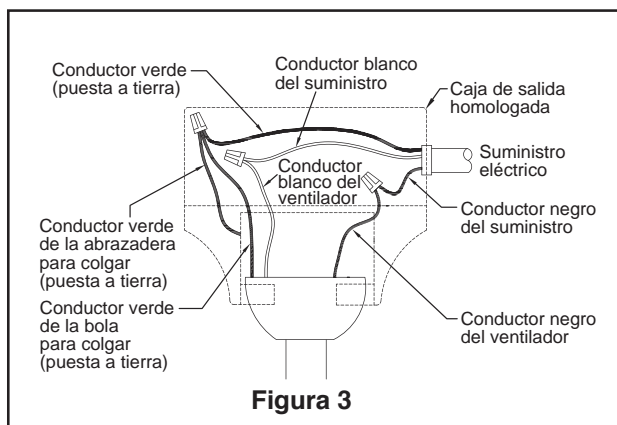

Figura 3
2. Una vez realizadas las conexiones, gire los conductores hacia arriba y, con cuidado, colóquelos dentro de la caja de salida; con los conductores blancos y verdes hacia un lado y los conductores negros hacia el otro. (Figura 3)